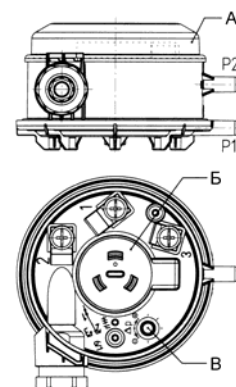

Рис. 5.
2. Для подключения кабеля и для осуществления настройки реле необходимо снять крышку А (рис. 5).